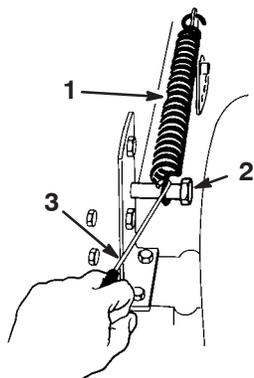

Figure 37
5. Enlevez le ressort compensateur de hauteur de coupe du boulon de fixation (Fig. 37). Ce ressort se trouve entre le châssis et la roue arrière droite.
13. Mettez le levier de hauteur de coupe en position "D". Accrochez le ressort de compensation au boulon de fixation pour ne pas le perdre (Fig. 37).